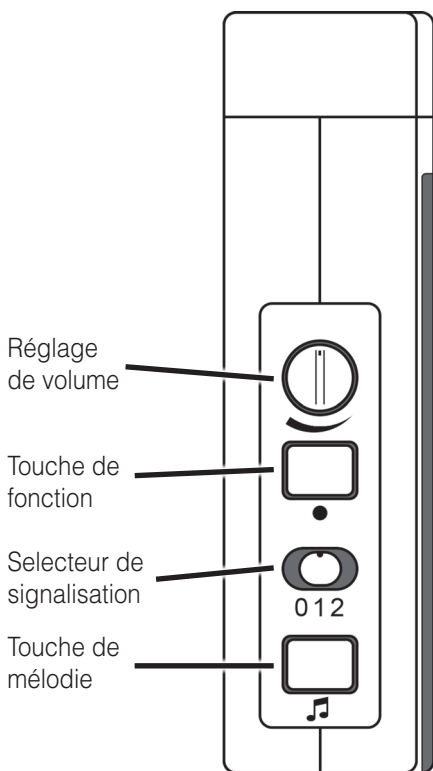

Figure 2 : Réglage et touches
À l'aide de l'interrupteur coulissant de sélection du signal (fig. 2 « 0 1 2 »), vous pouvez choisir le type de signalisation. Veuillez noter que les symboles sont toujours éclairés par des diodes électroluminescentes de couleur.
- a) Appuyez longuement sur la touche «●» (fig. 2). Les symboles s'allument les uns après les autres. Relâchez la touche dès que le symbole souhaité s'allume.